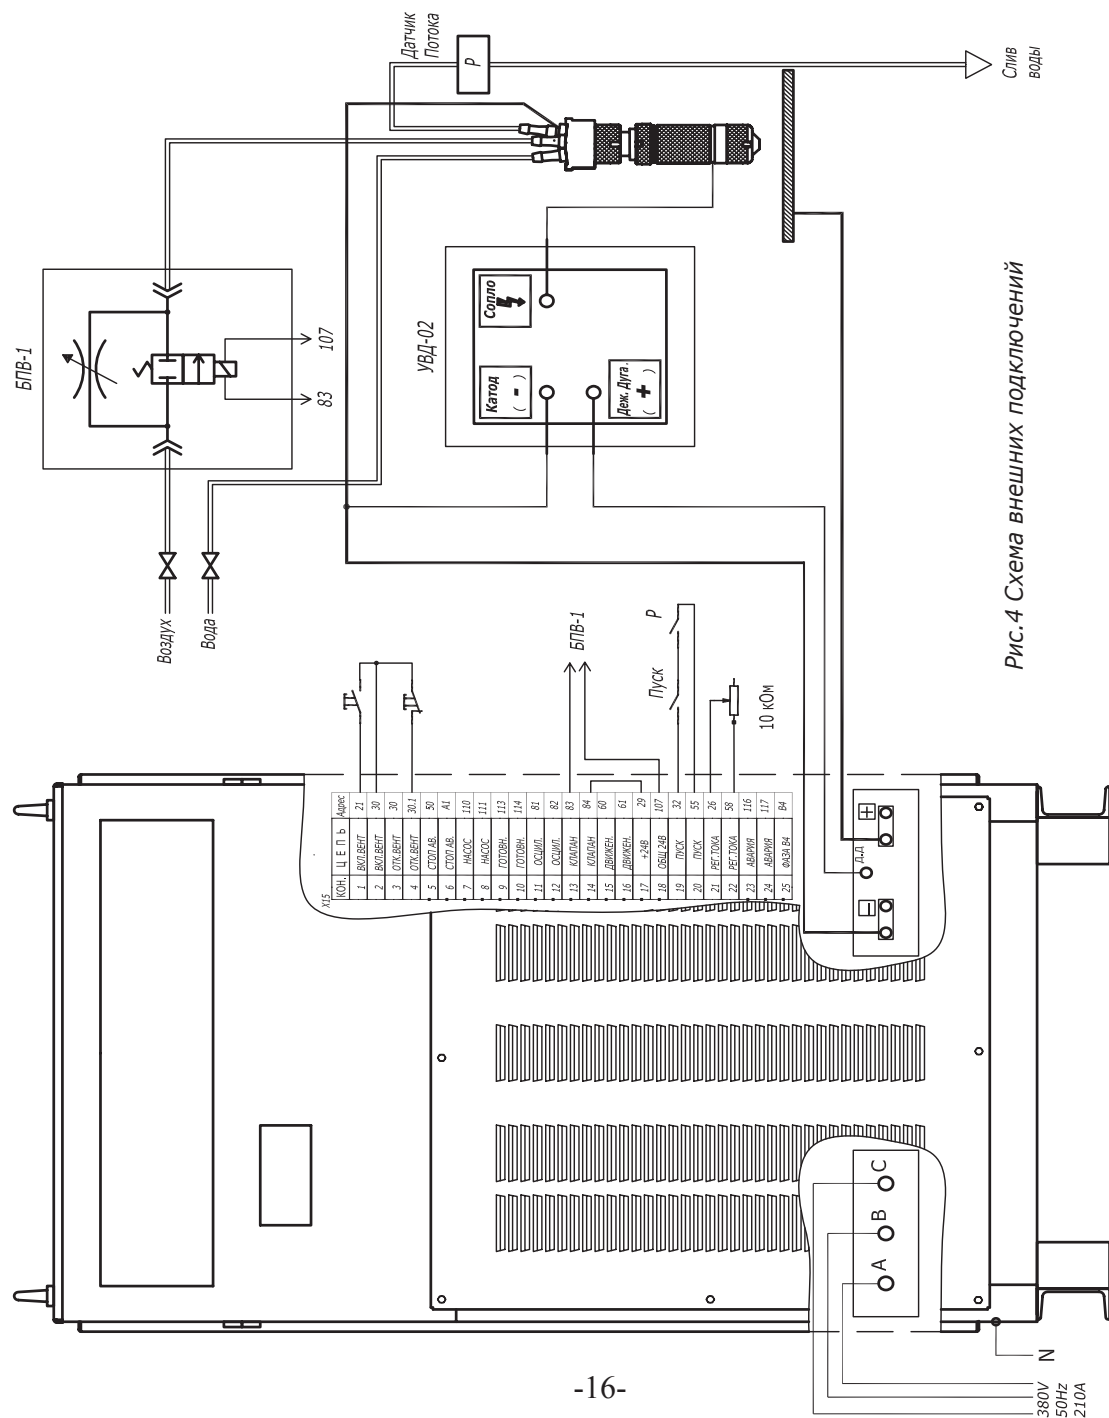

Рис.4 Схема внешних подключений
8.3. Соедините все узлы установки в соответствии со схемой общей рисунок 4.